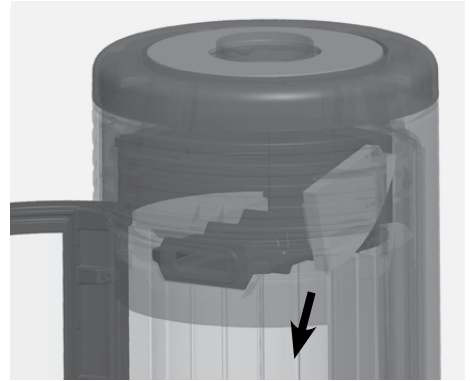

Fig. 4.24 Retrait des briques déflectrices
- Retirez les briques déflectrices de l'appareil par le bas, via la chambre de combustion (voir Fig. 4.24).